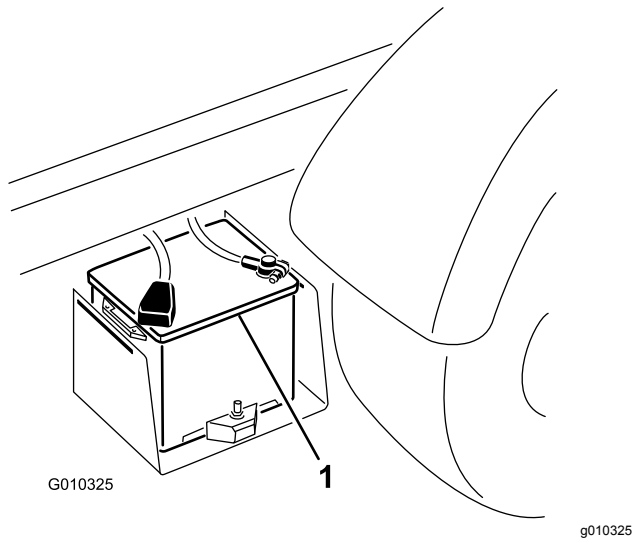

図 60
2. 2 台のバッテリーのプラス端子同士をブースタケーブルでつなぐ 図 60。